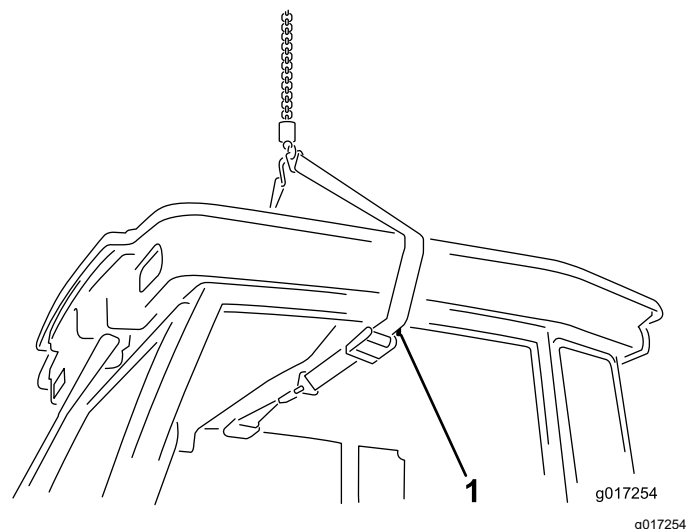

図 12
- 適当なホイストを用意し、吊り上げ用のストラップをエンクロージャの屋根の周囲とフレームとに 図 12 のように玉掛けする。